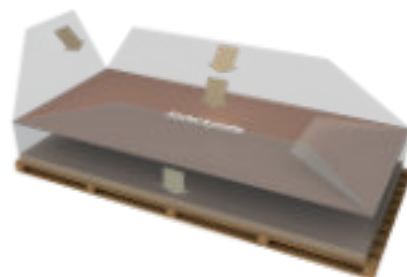

ABBILDUNG 2
- Palette mit Abdeckplatte und Folie abdecken (siehe Abbildung 2)